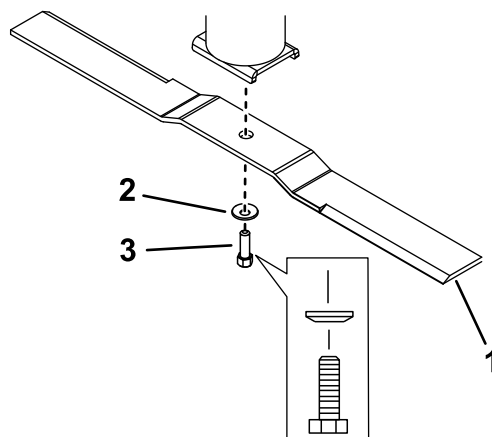

Figura 39
2. Rimuovete il bullone della lama, la rondella concava e la lama dal gruppo della coppa del fusello (Figura 39).
- Montate la lama sull'asse del fusello (Figura 39).
- Montate la rondella concava (lato concavo verso la lama) e il bullone della lama (Figura 39).